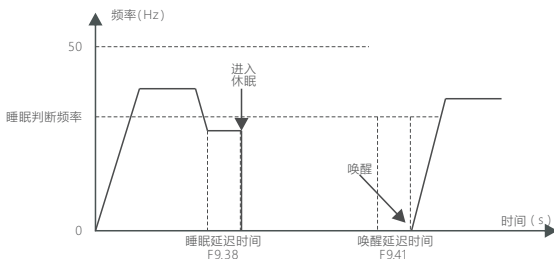

图40 休眠模式2过程示意图
(2) 当F9.36为1时：进入睡眠状态后变频器自由停车，如图40：